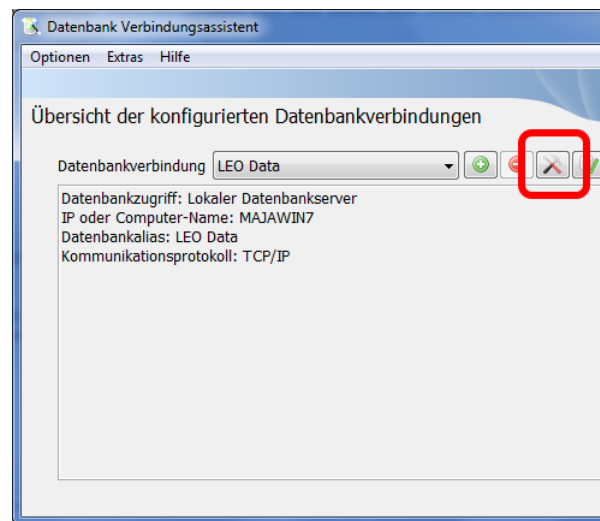

Abbildung 3.12: Datenbankverbindungsassistent
1. Der Datenbank-Verbindungsassistent zeigt in einer Liste der Datenbankverbindungen den Standardeintrag **LEO Data** an. Drücken Sie auf den Button **Datenbankverbindung ändern**, um die Einstellungen dieses Eintrags zu ändern. Siehe hierfür Abbildung 3.12 auf Seite 33